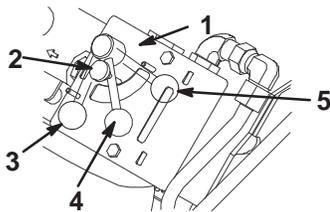

Figure 13
Les équipements hydrauliques du groupe de déplacement (c.-à-d. transmission aux roues, bras du godet et basculement d'accessoire) utilisent un circuit hydraulique indépendant du circuit hydraulique auxiliaire qui commande les accessoires. Les deux circuits partagent cependant les mêmes pompes hydrauliques. La commande du diviseur de débit (Fig. 13) permet de varier la vitesse des équipements hydrauliques du groupe de déplacement en déviant le débit hydraulique vers le circuit hydraulique auxiliaire. Il permet aussi de diviser plus ou moins le débit de liquide pour ralentir le groupe de déplacement. Ainsi, plus vous dirigez de liquide hydraulique vers le circuit auxiliaire, plus les équipements hydrauliques du groupe de déplacement seront actionnés lentement.
**Remarque :** Le diviseur de débit peut être bloqué en position en tournant le bouton situé sur la commande dans le sens horaire jusqu'à ce qu'il touche le cadran (Fig. 13).